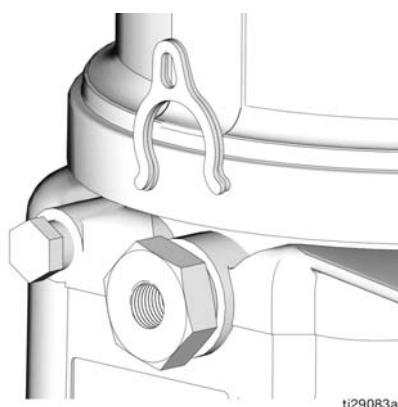

FIG. 18
1. Utiliser une clé pour desserrer l'élément de pompe en le tournant dans le sens inverse des aiguilles d'une montre. Ne pas déposer entièrement l'élément de pompe. Faire suffisamment sortir l'élément de pompe pour faire glisser l'entretoise en avant ou en arrière (FIG. 18).
Le volume de pompe est commandé en n'utilisant soit aucune (0) entretoise, soit 1 ou 2 entretoises (FIG. 18).